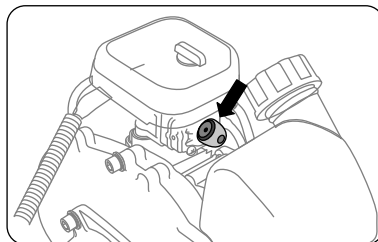

рис. 8
3. Пять-семь раз нажмите на прозрачный колпачок ручной подкачки топлива (праймер), расположенный между воздушным фильтром и топливным баком, для заполнения карбюратора топливной смесью (рис. 8). При этом сквозь прозрачный колпачок кнопки должна просматриваться подкачиваемая топливная смесь. Если топливная смесь не заполнила колпачок, нажмите на праймер еще несколько раз.